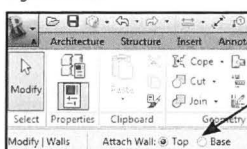

Fig. 09.133.
- Sæt markøren i *Base* i *Modify* panelet (Fig. 09.133).